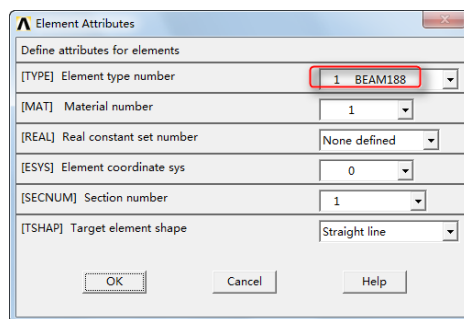

图 16-14 “Element Attributes”对话框
⑪改变单元属性: Main Menu > Preprocessor > Modeling > Create > Elements > Elem Attributes, 弹出如图 16-14 所示的“Element Attributes”对话框, 单击“OK”按钮。